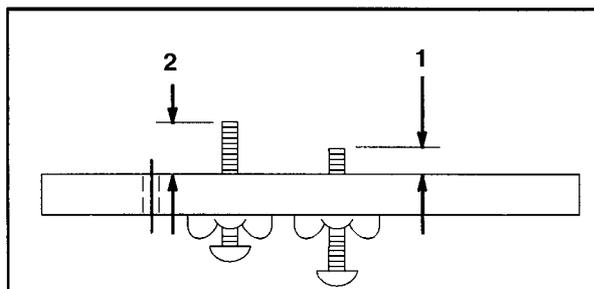

Bild 19
6. Messen Sie die Höhe der ersten und der zweiten Schraube mit einer herkömmlichen Meßlehre. Dieses Maß bestimmt der Bereich von der Stirnfläche der Leiste bis zur Schraube (Bild 19).